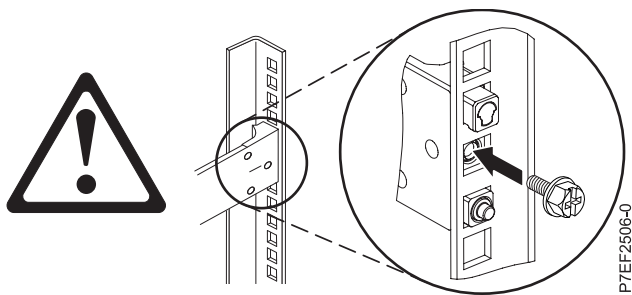

Abbildung 21. Schraube wieder anbringen
4. Setzen Sie die Schraube erneut ein, die in Schritt 2 auf Seite 22 entfernt wurde, wie in Abb. 21 dargestellt.